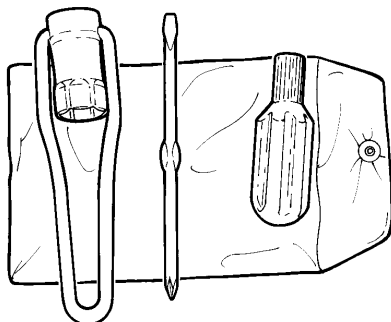

Fig. 1
- Il corredo di serie comprende:** il manuale d'uso e manutenzione ed il set di attrezzi di fig. 1 (chiave candela, cacciavite doppio uso) inseriti in busta di plastica nel vano apposito posto sotto la sella.
- **Attachments:** owner's manual and tool kit in a plastic bag located under the seat (Fig. 1).